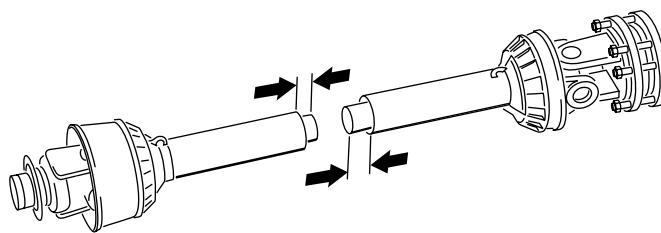

Figura 17
11. Separe as duas metades do veio da tomada de força (Figura 17).
12. Meça a distância da extremidade de cada tubo até à sua proteção de segurança (Figura 17). Registe as distâncias.